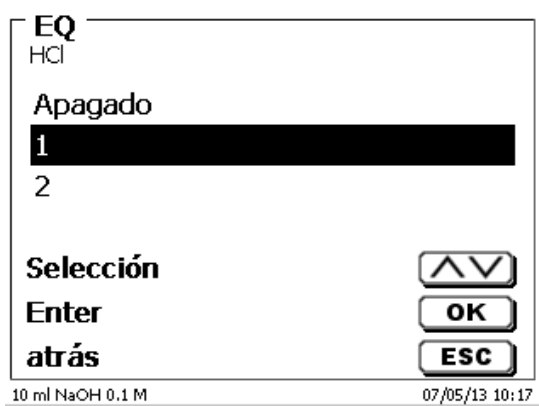

Fig. 137
El reconocimiento automático del punto de equivalencia (EQ) puede activarse y desactivarse en caso de titulación lineal o dinámica (Fig. 137).